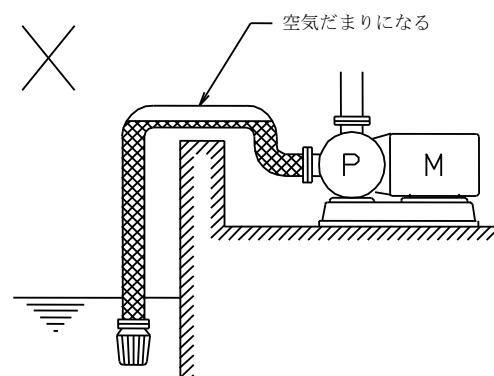

図 3
- (c) 吸込配管は、空気だまりが出来ないように、ポンプに向かって登り勾配 (1/100 以上) にしてください。配管の途中に、空気だまりになる凸部を作らないようにしてください(図3)。
- (e) 吸込管口径、及び吸込異径管のサイズは表1のとおりにしてください。吸込異径管は、図3のように空気だまりのできないように取り付けてください。なお吸込異径管は、特別附属品として用意しておりますのでご用意ください。